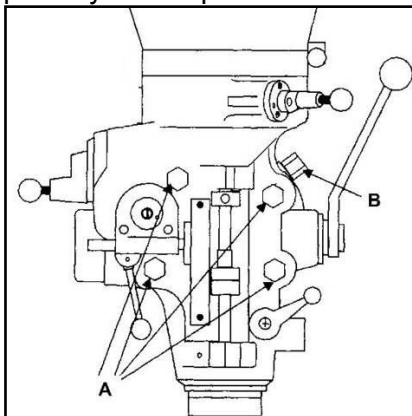

Рис. 18
1. Ослабьте четыре большие шестигранные гайки, которые крепят фрезерную голову к консоли станка (Рис. 18). 1/4 оборота должно быть достаточно, чтобы ослабить фрезерную голову.
2. Для наклона головы вправо или влево поверните стяжную гайку (В, Рис. 18). Используйте угловую шкалу на переходнике цилиндра.